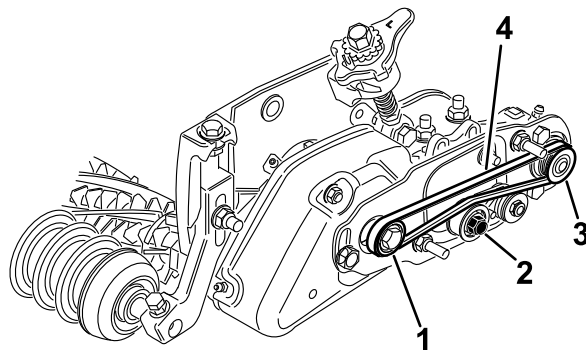

**Figura 31**
20. Retire o parafuso que fixa a polia do rastelo ao eixo da transmissão (Figura 31).
21. Introduza a polia da transmissão da escova na polia da transmissão do rastelo e no eixo da transmissão (Figura 31). Certifique-se de que as patilhas da polia estão posicionadas na ranhura do eixo da transmissão.
22. Prenda a polia de transmissão ao eixo com um parafuso de cabeça flangeada ( $\frac{3}{8}$  x 2 pol.) (Figura 31). **Aperte o parafuso com uma força de 47 a 54 N·m.**